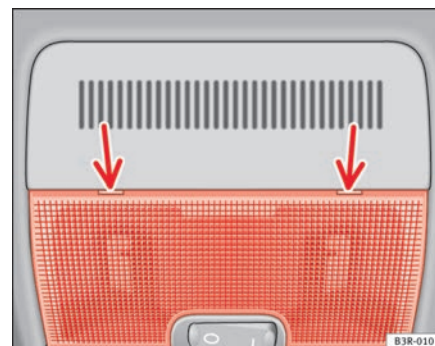

Fig. 81 Detalle del revestimiento del techo: Punto de aplicación del destornillador
- Coloque con cuidado la parte plana del destornillador (herramientas de a bordo) en la parte trasera del cristal de la lámpara ⇒ página 115, fig. 81.